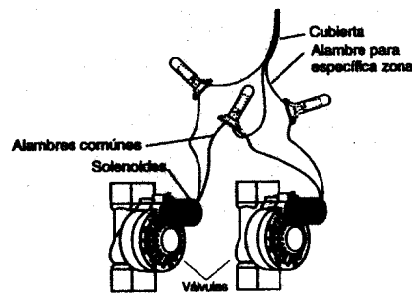

Ilustración 17: Instalación de válvulas
- ◆ Cada válvula tiene dos alambres. Uno debe conectarse como el alambre común. Los alambres comunes para todas las válvulas pueden conectarse juntos a uno de los alambres comunes que vayan a la válvula. El otro alambre de válvula se debe conectar al alambre de la estación específica que controlará esa válvula [Vea la ilustración 17].